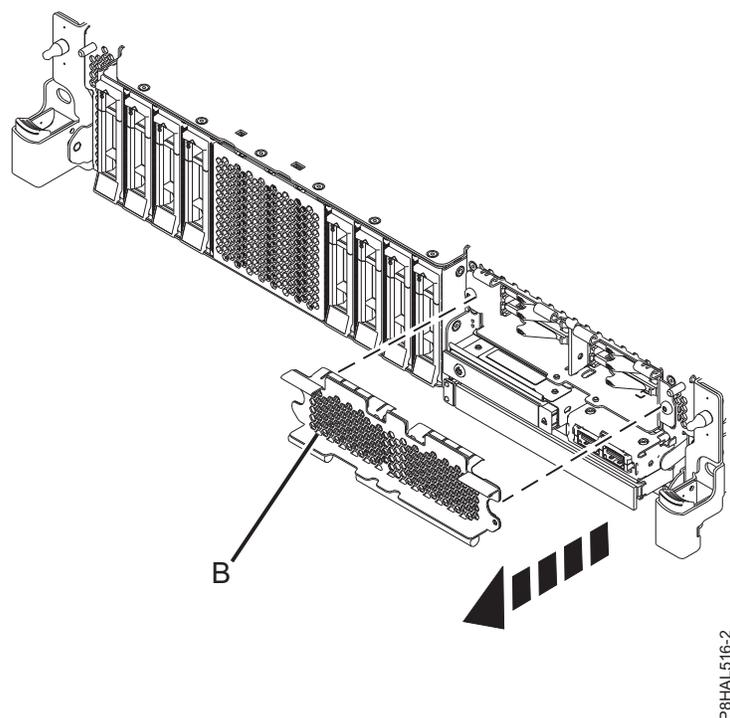

Figura 25. Extracción de la cubierta del receptáculo de la SSD para acceder a las ranuras de SSD en un sistema función ampliada
15. Para acceder a las ranuras SSD, extraiga la placa perforada (B) que cubre el receptáculo de la SSD tal como se muestra en Figura 25.